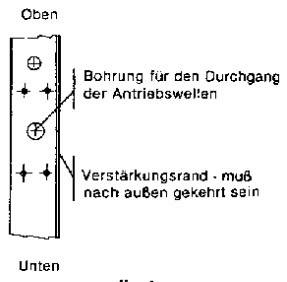

fig. 4
- Die beiden Längsträger 1 gemäß Angaben aus Abb. 4 an den Torblattsrahmen anpassen.